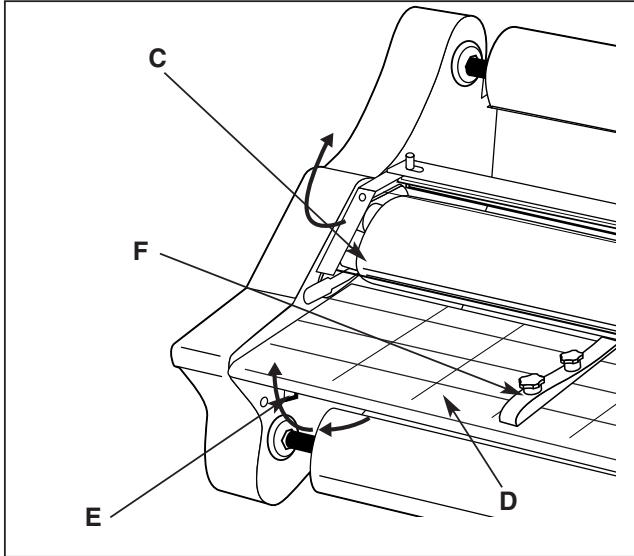

Figure 3
**C. SAFETY SHIELD:** (Figure 3.) Prevents inadvertent contact with the heat shoes.
**D. FEED TABLE:** (Figure 3.) The Feed Table is used to position items for lamination. **The laminator will operate only when the Feed Table and Feed Table Latch are properly installed.**
**E. FEED TABLE LATCH:** (Figure 3.) Used to lock the Feed Table into position and activate an interlock switch. The latch is located on the left underside of the Feed Table. The table cannot be removed without retracting the latch to the right while lifting the table upwards and away from the laminator. **The laminator will not operate when the table is removed and/or the latch is retracted.**
**F. FEED GUIDE:** (Figure 3.) The Feed Guide aligns the item(s) to be laminated and is used to keep longer items straight. The Feed Guide may also be used to feed smaller items side by side by positioning the guide towards the center of the Feed Table and placing smaller items against each side of the Feed Guide as they are being introduced into the nip point of the heat rollers. To position the adjustable guide, loosen the knob on the top of the guide, slide it to the desired position and tighten the knob to secure in place.
**C. ÉCRAN DE SÉCURITÉ :** (figure 3) Préviennent le contact accidentel avec les rouleaux chauffants.
**D. PLATEAU D'ALIMENTATION :** (figure 3). Le plateau d'alimentation sert à positionner les articles à plastifier. **La plastifieuse ne fonctionne que lorsque le plateau d'alimentation et le verrou de la table d'alimentation sont bien installés.**
**F. GUIDE D'ALIMENTATION :** (figure 3). Le guide d'alimentation aligne les articles à plastifier et sert à garder les articles plus longs droits. Ce guide peut aussi servir pour mettre les articles plus petits côte-à-côte en positionnant le guide vers le centre du plateau d'alimentation et en plaçant les articles plus petits contre chaque côté du guide en les introduisant dans la pointe de pince des rouleaux chauffants. Pour positionner le guide réglable, dégagez le bouton sur le dessus du guide, glissez-le à la position voulue et resserrez le bouton pour le fixer en place.